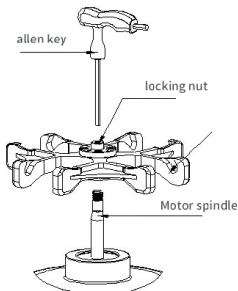

Figure 4 : Schéma d'installation du corps du rotor
Les étapes de l'installation du rotor sont les suivantes (comme indiqué dans les figures 4 et 5) :
- Comme le montre la figure 4, préparez le rotor à utiliser. Tenez le rotor à deux mains, orientez le trou central du rotor vers l'arbre du moteur, tournez-le à la verticale, placez-le au fond du cône, ouvrez les mains, puis appuyez sur le rotor avec les mains.